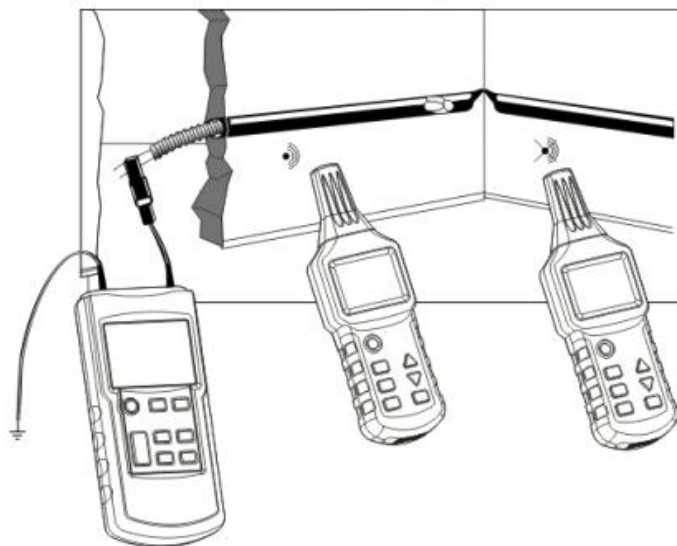

图 3-1-6
- ✓ 将发射机如图 3-1-6 所示和一金属螺旋管(金属软管或蛇皮管)及一辅助地线相连；